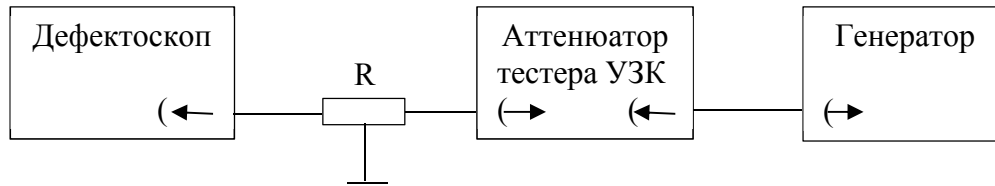

Рисунок 3.2 – Схема подключения дефектоскопа для контроля абсолютной погрешности при измерении амплитуд эхо-сигналов от дефектов
1. Собрать схему согласно рис. 3.2, где  $R = 51 \text{ Ом}$  (C2-10-0,25-51 Ом  $\pm 0,5\%$ ).
1. Собрать схему в соответствии с рис. 3.2 (п. 3.3.6).